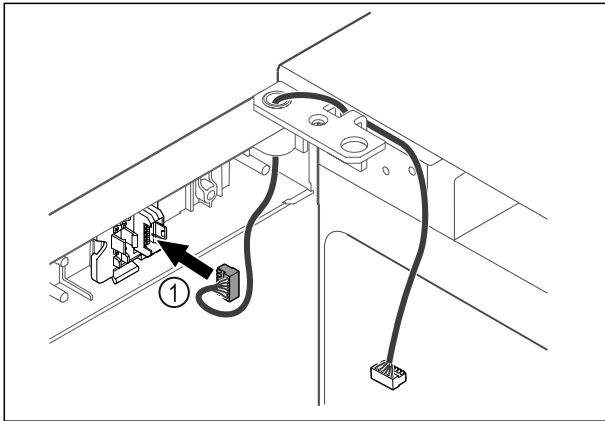

Fig. 39
- ▶ Stecker Fig. 39 (1) in Steckerhalterung einstecken.